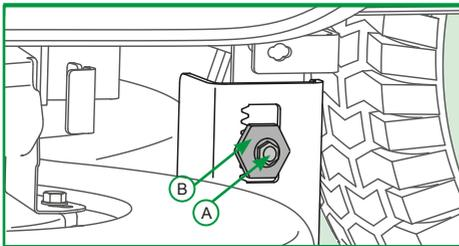

Figura 18
3. Afloje, pero no retire, el tornillo hexagonal de 1/2" (A) en el lado izquierdo del soporte de la plataforma. Ver Figura 18;
4. Regule la plataforma utilizando una llave para mover el engranaje de 1 1/4" (B) de ajuste (encontrado inmediatamente atrás del tornillo hexagonal que fue aflojado) en el sentido del reloj o el contrario. La plataforma está nivelada de forma apropiada cuando las medidas de los lados hasta el suelo son iguales;